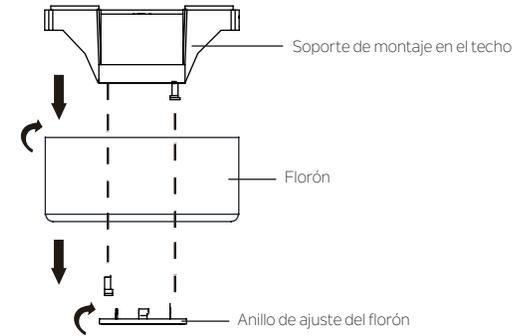

Figura 5
Paso 1. Retire el anillo de ajuste del florón girándolo en sentido contrario a las agujas del reloj. **(Figura 5)**
Paso 2. Retire el soporte de montaje del techo del dosel retirando y guardando uno de los dos tornillos. Afloje el tornillo restante dándole una media vuelta. **(Figura 5)**
Paso 3. Alinee el otro orificio del florón con el otro orificio del soporte de montaje del techo. Vuelva a instalar el tornillo que retiró anteriormente **(COLGANDO EL VENTILADOR, Paso 2/Figura 5)** en los orificios alineados. Apriete ambos tornillos para fijarlos. Fije el anillo de ajuste del florón a las cabezas de los tornillos, introduciendo las cabezas de los tornillos en el anillo de ajuste del florón y girando el anillo de ajuste del florón (en el sentido de las agujas del reloj).